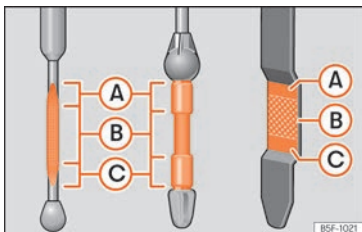

Fig. 230 Varilla de medición del nivel de aceite.
- A continuación, vuelva a extraerla y compruebe el nivel de aceite »» **fig. 230**. En caso necesario, reponga aceite del motor.
- Cuando el nivel de aceite alcance como mínimo la zona »» fig. 230 (B), enrosque el tapón de la boca de llenado con cuidado »» ❶.
❶ CUIDADO
Si el nivel de aceite se encuentra por encima de la zona »» fig. 230 (A), no arranque el motor. Puede causar daños en el motor y en el catalizador. Informe a un taller especializado.
El nivel de aceite no deberá estar en ningún caso por encima de la zona »» fig. 230 (A). De no ser así, podría aspirarse aceite por el respiradero del cárter del cigüeñal y llegar a la atmósfera a través del sistema de escape.
❶ Aviso